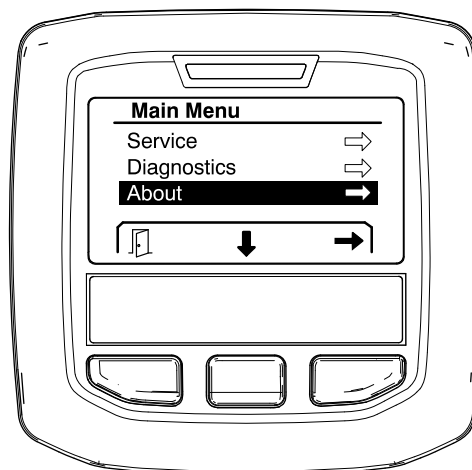

Figure 36
1. Pour accéder à l'écran À propos, appuyez sur le bouton central pour naviguer jusqu'à l'option À PROPOS, puis appuyez sur le bouton droit pour ouvrir l'écran (Figure 36).